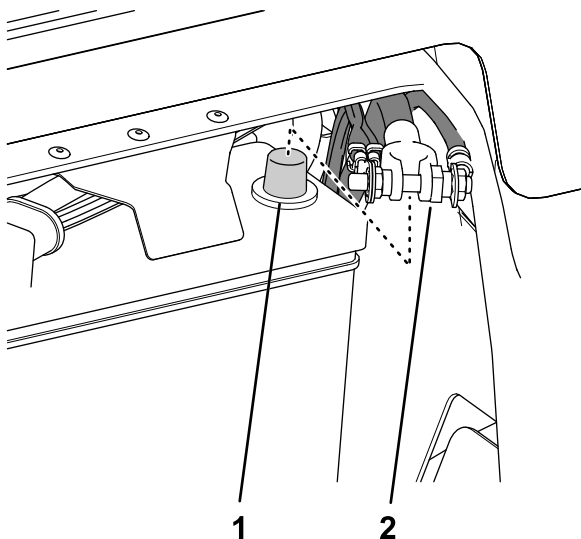

Figura 2
2. Desconecte el cable negativo (-) de la batería (Figura 2).